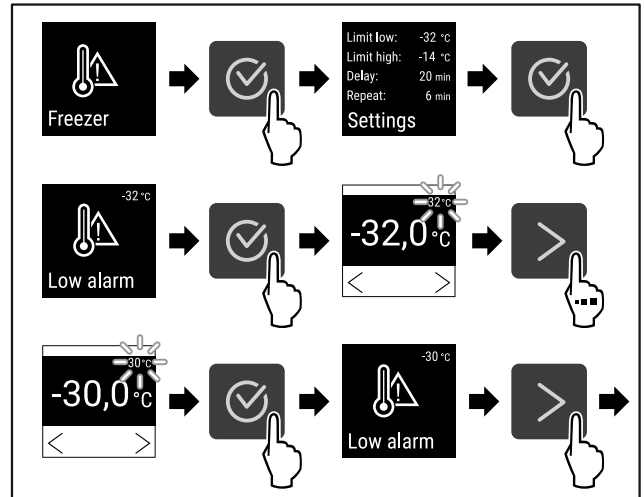

Fig. 98
- Seguir los pasos de procedimiento (consulte Fig. 98) .